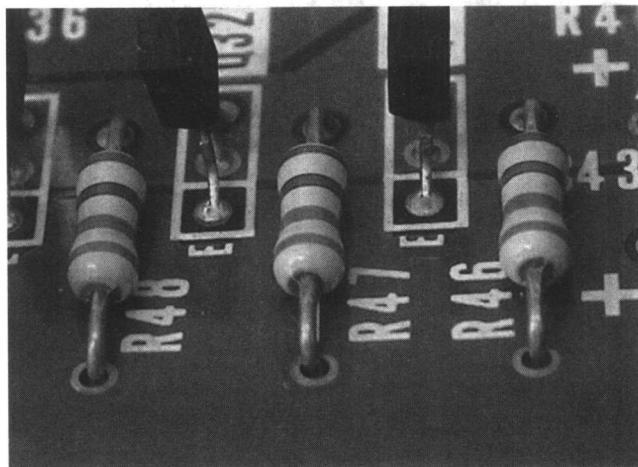

图 1-6 碳膜电阻
(1) 碳膜电阻。碳膜电阻就是将碳在真空高温的条件下分解的结晶碳蒸镀沉积在陶瓷骨架上制成的电阻，碳膜电阻的外形如图 1-6 所示。其中间是一个陶瓷的实芯体，在陶瓷的外面有一层碳膜，也就是在真空高温条件下蒸镀的晶体碳，通过控制碳膜的厚度和刻